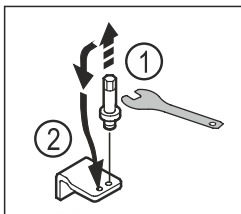

Fig. 22
- Skru ut boltene til den nedre lagerbukken med utvendig sekskantnøkkel SW5. Fig. 22 (1)
- Sett inn boltene på motsatt side. Fig. 22 (2)